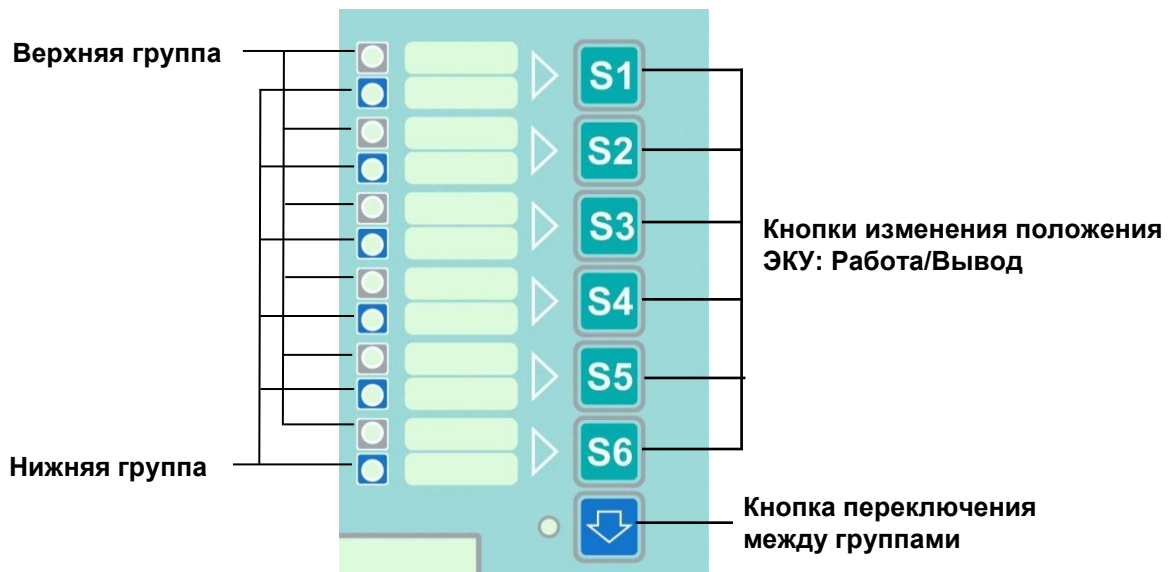

Рисунок 1 – ЭКУ
2.4.2.3.1 На лицевой панели терминала с горизонтальным расположением дисплея (см. рисунки 49 а, 50) могут располагаться ЭКУ (см. рисунок 1). Наличие и количество (6 или 12 шт.) ЭКУ определяется проектом. ЭКУ является аналогом оперативного ключа управления на двери шкафа РЗА. ЭКУ предназначен для оперативного изменения режимов работы функций РЗА терминала.
2.4.2.3.2 ЭКУ состоит из двух групп: верхняя и нижняя (см. рисунок 1). ЭКУ каждой группы может находиться в двух положениях: **Работа/Вывод**. Светодиоды отображают текущее положение: в положении ЭКУ **Работа** светодиод горит, в положении **Вывод** не горит. В случае отсутствия кнопок ЭКУ в проекте, светодиоды с ЭКУ имеют назначения, приведенные в функциональной схеме терминала.